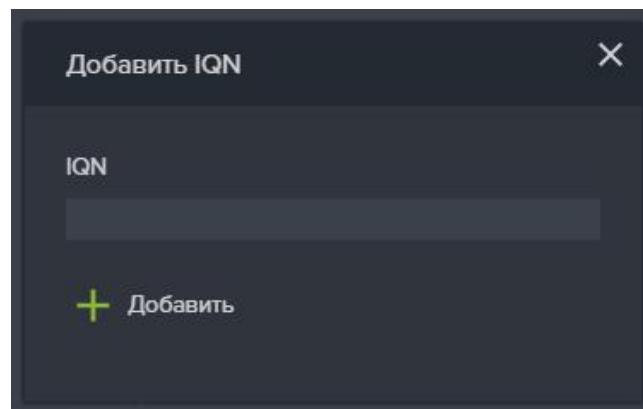

Рисунок 75 – Добавление IQN клиенту
7. Введите IQN клиента в открывшемся окне и нажмите на кнопку «Добавить» (см. Рисунок 75).